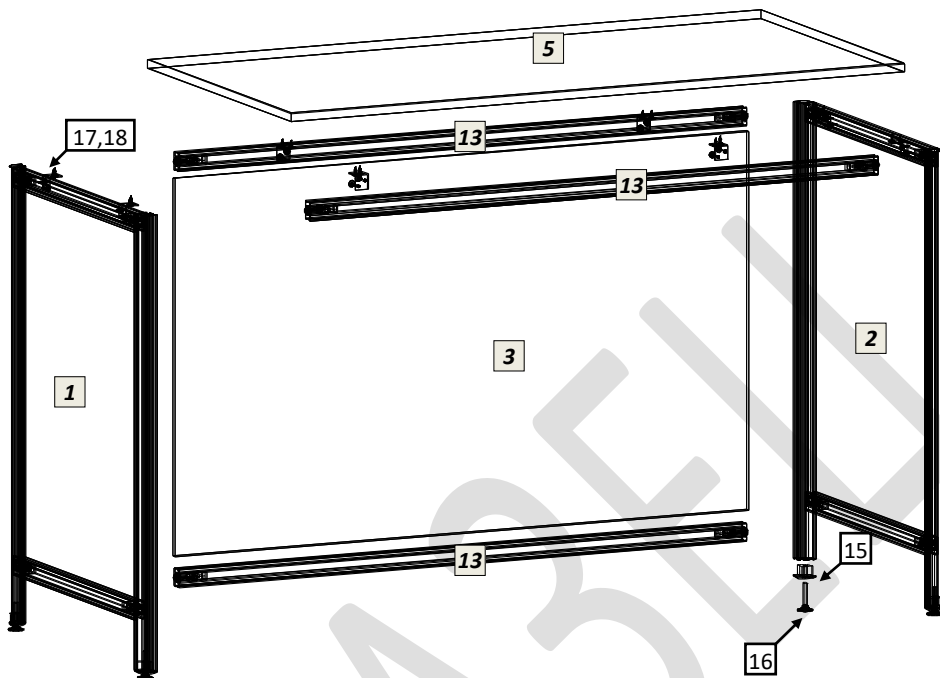
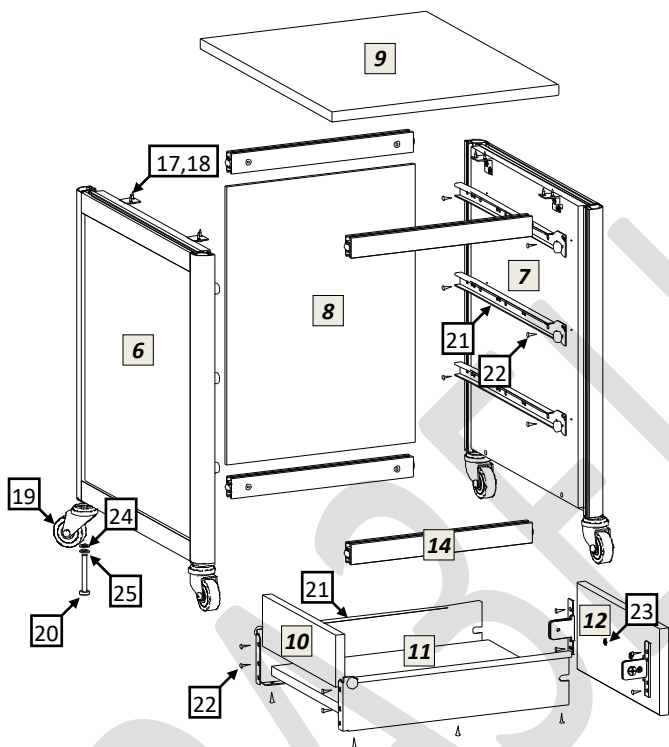

рис.1
рис.2
- 5.1 Распаковав стол, внимательно ознакомьтесь со схемой сборки, изображённой на рис.1 и рис.2. Согласно позициям на схеме и комплектовочной ведомости определите расположение деталей в изделии и порядок их сборки. Сборка производится на ровном полу, укрытом материалом, предотвращающим повреждение покрытия пола и деталей мебели. Подготовьте необходимые для сборки инструменты – плоскую и крестовую отвёртки, молоток, рулетку или линейку, гаечный ключ 12мм для регулировки опор, гаечный ключ 13мм для установки колёсных опор, шуруповёрт.
- 5.6 Сборка выдвижных ящиков. Схема сборки ящиков показана на рис.2. Шурупами 4x16 соедините заднюю стенку, днище ящика и его фасад с металлическими боковинами направляющего механизма. На фасад ящика установите ручку. Установите в тумбу собранные ящики. При необходимости отрегулируйте зазоры винтами крепёжного фасадного элемента метабоксов.